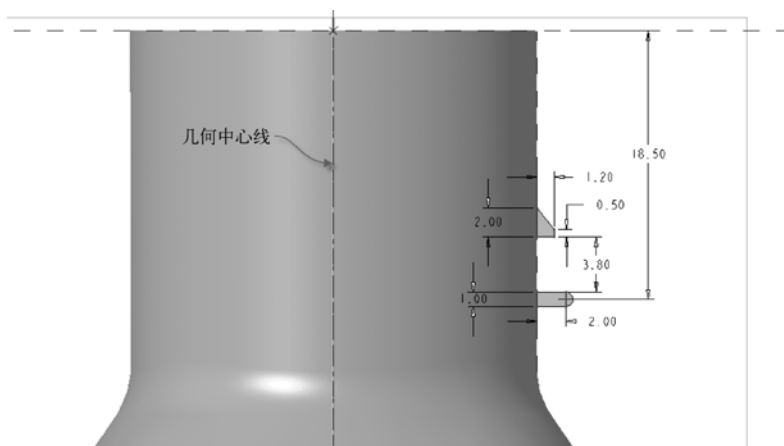

图 13-65 绘制图形
- 4 在功能区“草绘”选项卡的“设置”面板中单击“参考”按钮，弹出“参考”对话框，指定截面的标注和约束参考，接着关闭“参考”对话框后绘制图 13-65 所示的剖面，务必绘制作为旋转轴的几何中心线。然后单击“确定”按钮，完成草绘并退出草绘模式。